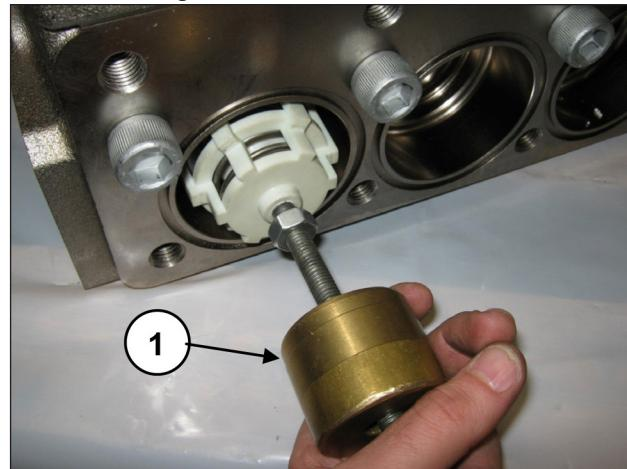

Fig. 140
Extraia o grupo da válvula de aspiração por meio de um martelo extrator (cód. 27516400) a ser aplicado no orifício M10 da guia da válvula (pos. ①, Fig. 140) ou, além disso, um possível adaptador M10-M16 (código 25089700) a ser aplicado na rosca M16 da guia da válvula.